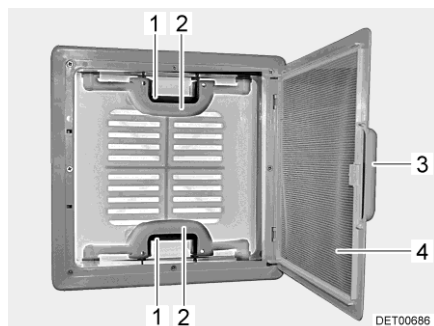

Bild 21 Dachhaube mit Schnappverschluss
- Am Griff (Bild 21,3) ziehen.
- Insektenschutz (Bild 21,4) nach unten klappen.
- Schnappverschluss (Bild 21,1) zur Innenseite der Dachhaube drücken. Gleichzeitig mit dem Griff (Bild 21,2) die Dachhaube nach oben drücken.
- Insektenschutz (Bild 21,4) nach oben schwenken, bis er einrastet.
- An beiden Griffen (Bild 21,2) die Dachhaube kräftig nach unten ziehen, bis beide Schnappverschlüsse (Bild 21,1) eingerastet sind.